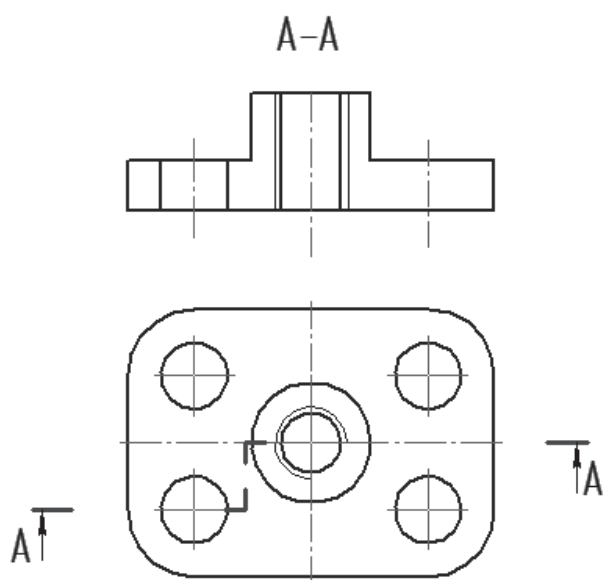

Рис. 79
7. На горизонтальной проекции (вид сверху) оформить линию сложного ломаного разреза, над фронтальной проекцией (над главным видом) выполнить обозначение разреза А — А (рис. 79).